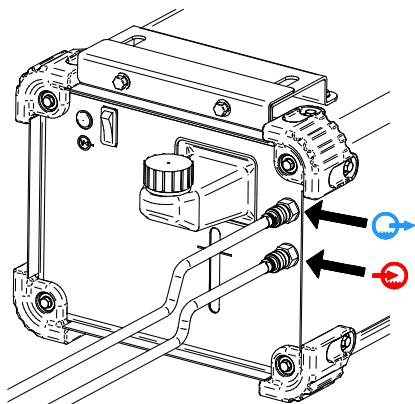

Figure 6.
- Branchez les flexibles du refroidisseur liquide aux prises d'entrée [5] et de sortie [4] du refroidisseur (Figure 6).
- Brancher les flexibles du refroidisseur liquide (Figure 6).